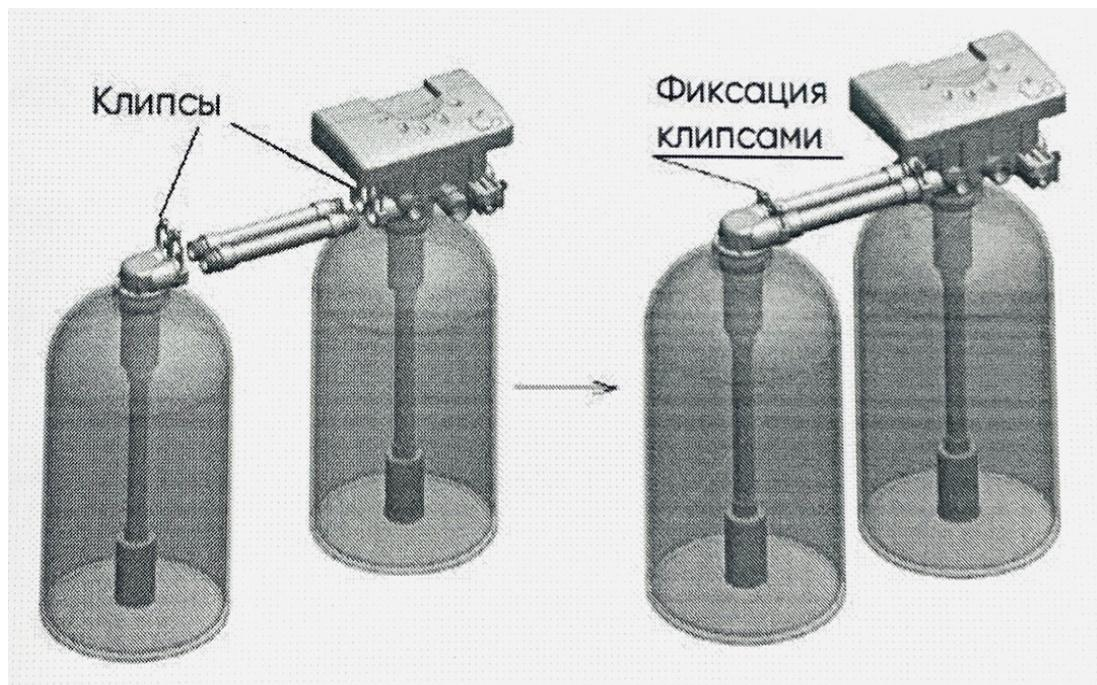

Рисунок 4 — Соединение двух корпусов фильтров.
8.16 Используя комплект соединительных трубок, подключить фильтр с адаптером к фильтру с управляющим клапаном, (рис.4)